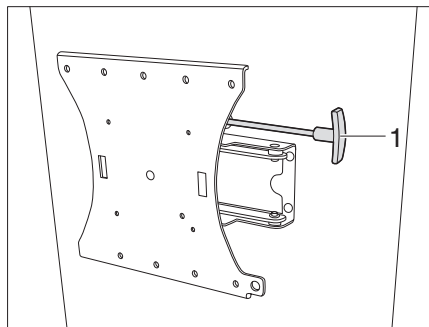

Fig. 138 Soporte con brazo articulado (variante 2)
- Tirar de la palanca (Fig. 138,1) para soltar la pantalla plana del dispositivo de retención.
- Volver a insertar la palanca (Fig. 138,1) para el bloqueo.